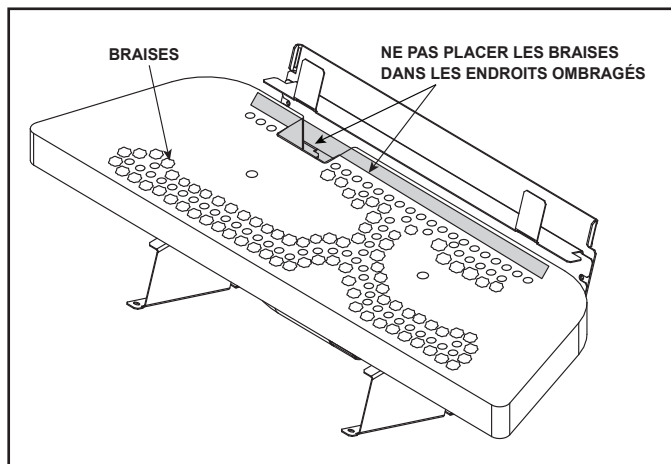

Figure 11.3 Disposition des braises
- Les braises ne peuvent être placées que dans les zones illustrées sur la figure 11.3.